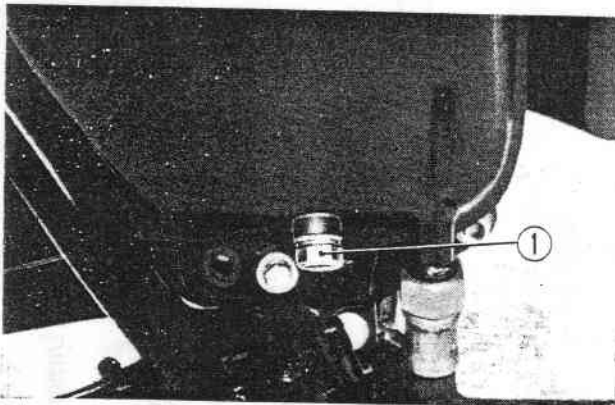

Fig. 15-7 ① Bouchon de vidange du réservoir d'huile
2. Enlever les bouchons de vidange du carter moteur et du réservoir d'huile et vidanger. (Fig. 15-7, 8)